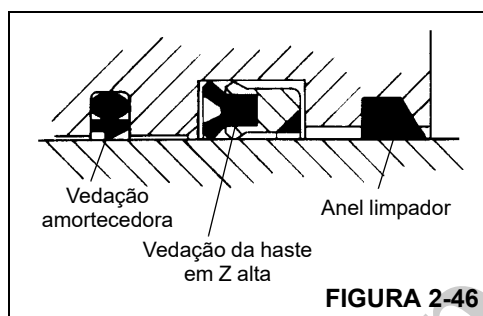

FIGURA 2-46
1. Instale os anéis de desgaste, a vedação amortecedora, a vedação da haste e o anel limpador de reposição na parte interna da cabeça (Figura 2-46). Verifique se o entalhe da vedação amortecedora está distante dos anéis de desgaste. Verifique se a ranhura do aro da vedação da haste em Z alta está mais próxima dos anéis de desgaste.